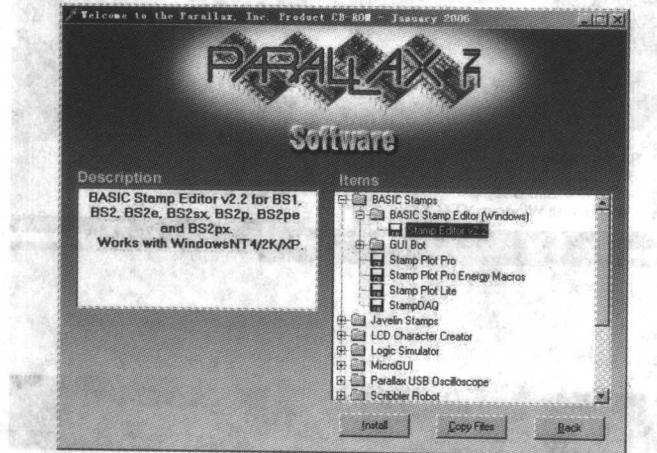

图 1.8 从软件页里选择安装软件
- 单击与“BASIC Stamps”文件夹连接的“+”号，如图 1.8 所示。